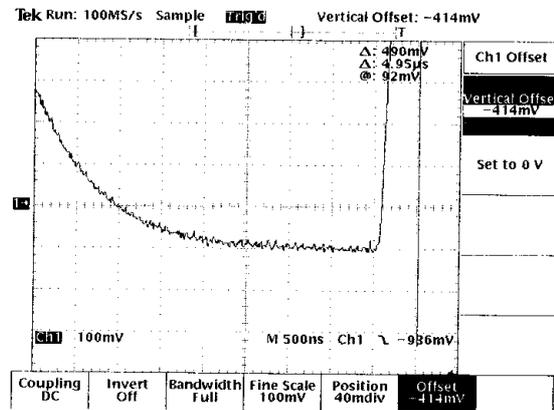

図 2: $V_{\text{biasgate}} = 3.500, V_{\text{reset}} = 0.323$ のときの ADC 入力波形。1 ピクセルの後半部分を見たもの。ピクセル間のとげの収束が遅くて、ADC のトリガがかかる時はまだ収束していないのが分かる。
ここで、オシロの波形をチェックしたところ図 2 のようにピクセル間のとげが鈍ってしまっていて、それが収束する前にサンプリングしていることが分かった。さらに V_{reset} をチェックしたところ、冷却前は 0.500(V) に設定していたはずが 0.323(V) にまで低下していた。